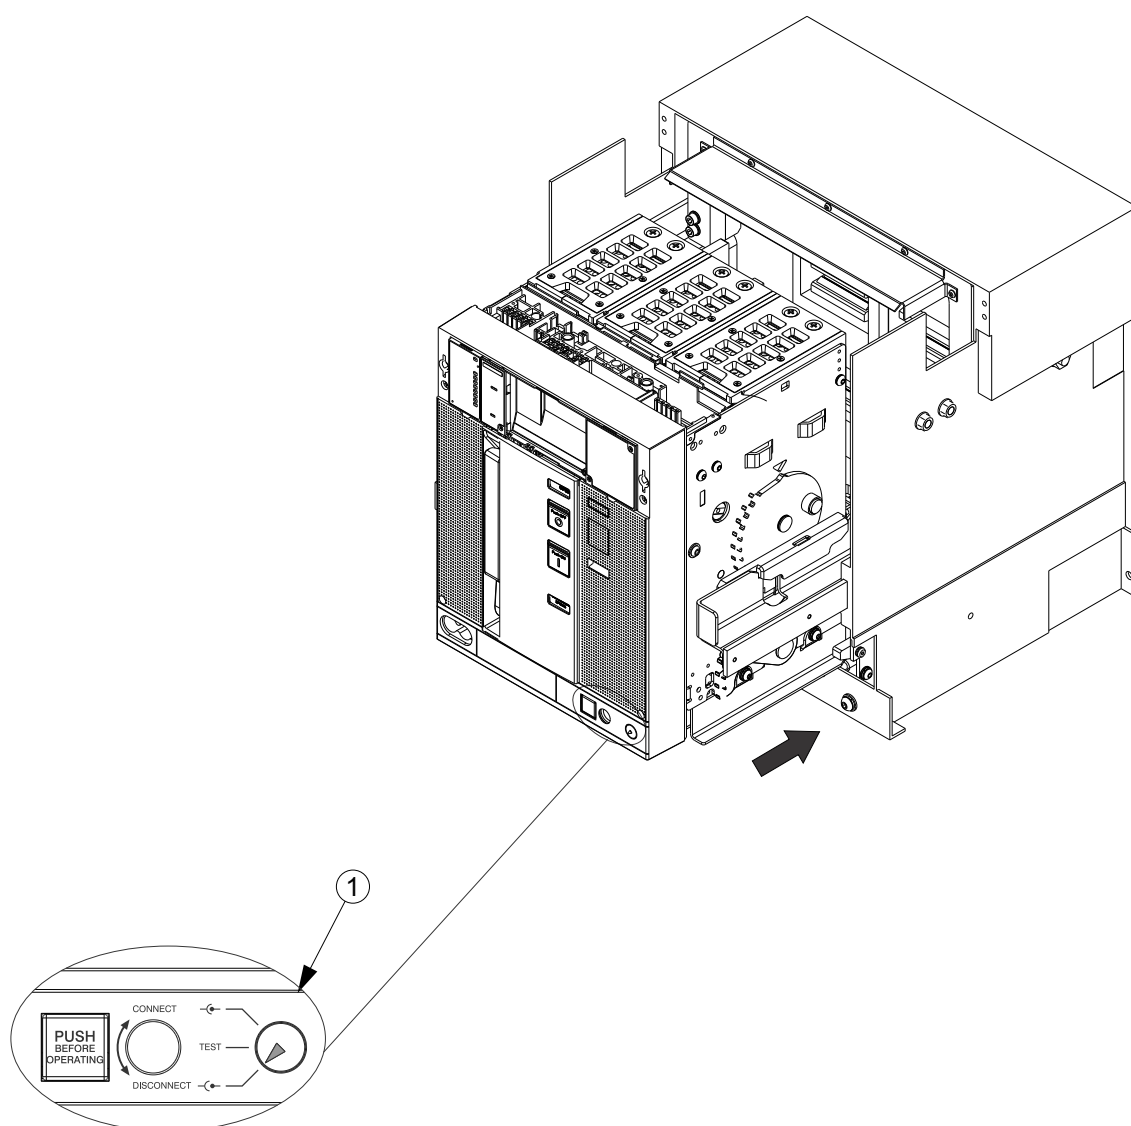

Fig. 21
Spingere la parte mobile fino all'arresto nella posizione di «disconnected» (1). In questa posizione la porta della cella può essere chiusa e l'interruttore può essere manovrato manualmente (fig. 21).
Push the moving part through to the stop point in the «disconnected» position (1). In this position, the compartment door can be closed and the circuit-breaker operated in the manual mode (fig. 21).
Den beweglichen Teil bis zum Anschlag in der Position «disconnected» (1) schieben. In dieser Position kann die Schaltfeldtür geschlossen und der Leistungsschalter von Hand geschaltet werden (Abb. 21).
Pousser la partie mobile jusqu'en butée dans la position de «disconnected» (1). Dans cette position la porte du compartiment peut être fermée et le disjoncteur peut être manœuvré manuellement (fig. 21).
Empujar la parte móvil hasta el bloqueo en la posición de «disconnected» (1). En esta posición resulta posible cerrar la puerta de la celda y maniobrar el interruptor manualmente (fig. 21).